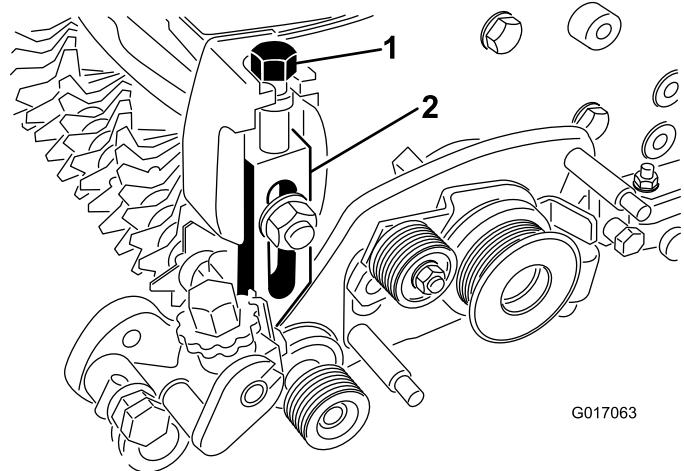

Рисунок 10
21. Вверните винт регулировки высоты скашивания в верхнюю часть узла левого рычага регулятора (Рисунок 10).
22. Установите узел левого рычага регулятора на боковую плиту режущего блока с помощью имеющихся лемешного болта и гайки, а также новой шайбы. Убедитесь, что конец стержня узла рычага высоты скашивания вошел во втулку в отверстии узла привода механической щетки (Рисунок 10).
25. Вверните винт регулировки высоты сканирования в верхнюю часть узла правого рычага регулятора (Рисунок 10).
27. Установите узел правого рычага регулятора на боковую плиту режущего блока с помощью имеющихся лемешного болта и гайки, а также новой шайбы (Рисунок 10).